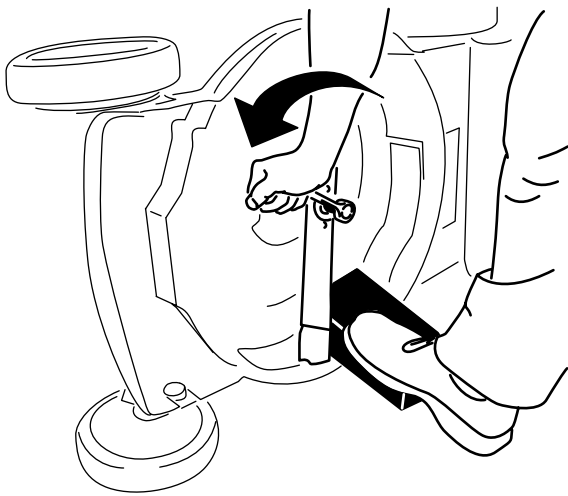

Figura 26
- Utilize um bloco de madeira para manter a lâmina segura (Figura 26).
- Retire a lâmina guardando todo o equipamento de montagem (Figura 26).